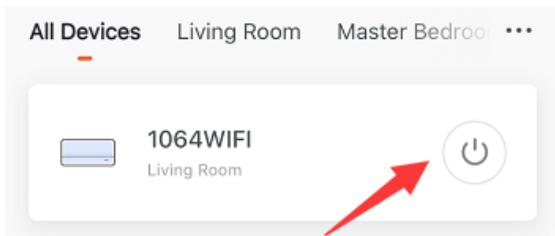

Figur 3
6. Du kan indstille navnet på din enhed ved at trykke på blyant-logoet og vælge placeringen af din enhed. Tryk derefter på "Udført" øverste til højre. (Figur 3)